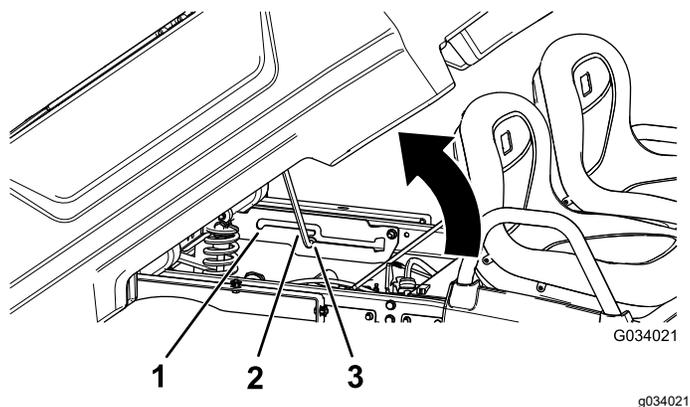

Рисунок 12
2. Введите опорную стойку в паз с фиксацией, удерживающий кузов в положении разгрузки (Рисунок 12).
2. Введите опорную стойку в паз с фиксацией, удерживающий кузов в положении техобслуживания (Рисунок 12).
2. Вытяните опорную стойку из паза с фиксацией (Рисунок 12).